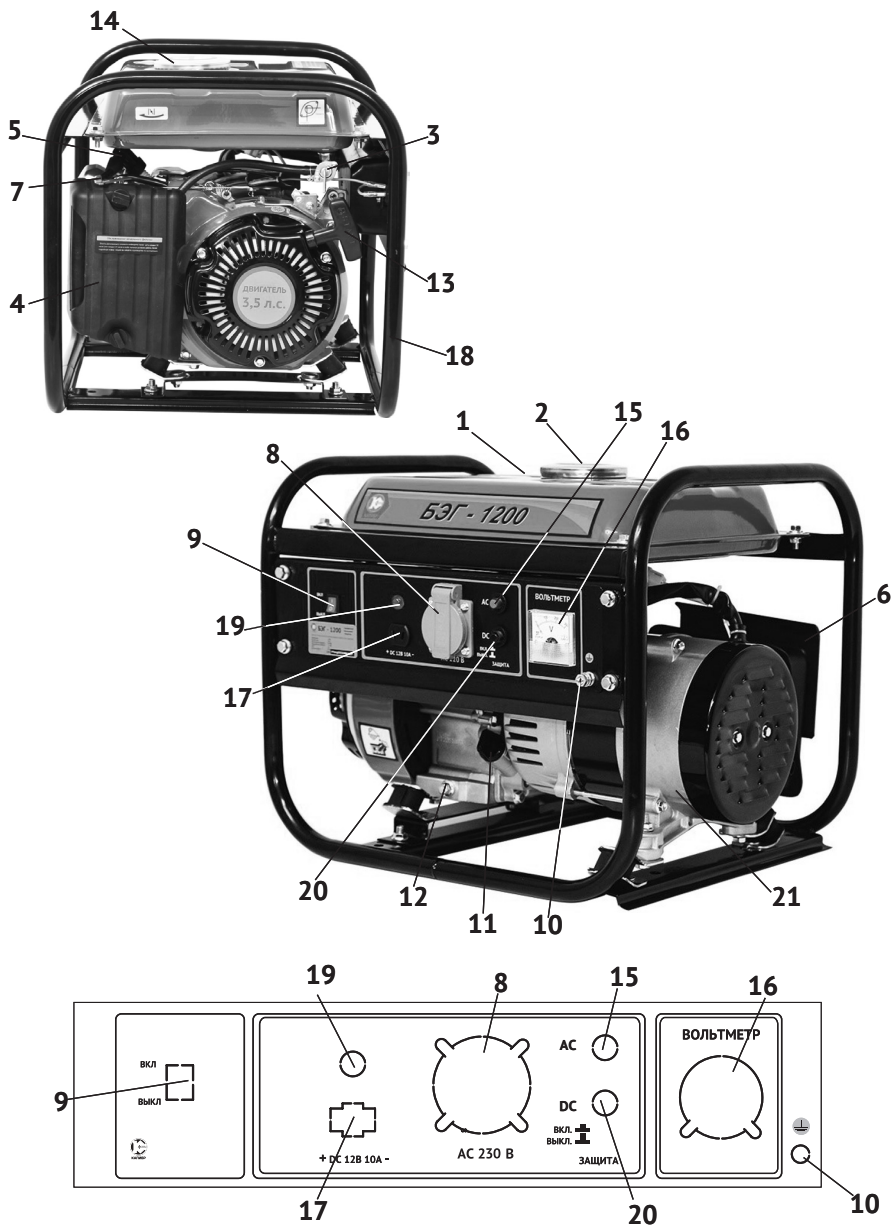

рис. 1
Коленчатый вал, приводимый во вращение возвратно-поступательными движениями поршня двигателя, передаёт крутящий момент на вал якоря генератора. Передача осуществляется через коническое сопряжение ротора генератора и вала двигателя. При этом образуется самоцентрирующаяся трёхопорная схема соединения. С обмоток статора генератора напряжение подводится: через систему стабилизации на розетку переменного тока (рис.1 поз.8); через выпрямительный блок на розетку постоянного тока (рис.1 поз.17).
2.4 Общий вид бензогенератора схематично представлен на рис.1
3.4 Двигатель и генератор закреплены на трубчатой раме (рис.1 поз.18) через амортизаторы, что снижает вибрацию аппарата и уменьшает уровень шума при работе. Все элементы бензогенератора имеют удобный доступ для обслуживания и ремонта.
Электрическая сеть подключения потребителей относится к системе с изолированной нейтралью, предусматривающей защитное заземление открытых токопроводящих частей корпуса. В зависимости от местных условий (состав грунта, его влажность и т.п.) изменяется качество заземления. Во всех случаях защитное заземление должно иметь сопротивление не более 4-х Ом. Во время работы бензогенератора его клемма заземления (рис.1 поз.10) должна быть подсоединена к заземлителю. Практически это требование может быть реализовано следующими способами:
Выкрутите пробку-щуп из маслозаливной горловины (рис.1 поз.11) и залейте в картер масло необходимой марки до нижнего края горловины. Вставьте сухой чистый щуп в горловину картера и выньте его. Проверьте уровень масла: граница смоченной области щупа должна располагаться между отметками минимального и максимального уровней.
5.3.1 Отключить всех потребителей переменного и постоянного тока от генератора. Перевести автоматический выключатель (рис.1 поз.15) в положение «Выкл.» (кнопка отжата).
- перевести выключатель зажигания (рис.1 поз.9) в положение «Вкл.»;
- открыть топливный кран (рис.1 поз.3);
- перевести рычаг воздушной заслонки (рис.1 поз.7) в крайнее правое положение «закрыто» при пуске холодного двигателя (для прогретого двигателя рычаг устанавливается в промежуточном положении);
- медленно потянуть рукоятку стартера (рис.1 поз.13) до появления сопротивления, затем резким движением вытянуть трос на всю длину. Повторите действие ещё раз, если двигатель не завёлся.
После прогрева двигателя в течение 10-40 секунд (в зависимости от начальной температуры), перевести рычаг воздушной заслонки (рис.1 поз.7) в крайнее левое положение «открыто».
- перевести выключатель зажигания (рис.1 поз.9) в положение «ВЫКЛ.»;
- закрыть топливный кран (рис.1 поз.3).
- наличие и величина напряжения переменного тока измеряется вольтметром (рис.1 поз.16);
При перегрузке может сработать защита генератора. Проверьте суммарную мощность подключённого оборудования. Отключите лишнее. Включите автомат защиты, утопив кнопку (рис.1 поз.15) до фиксации.